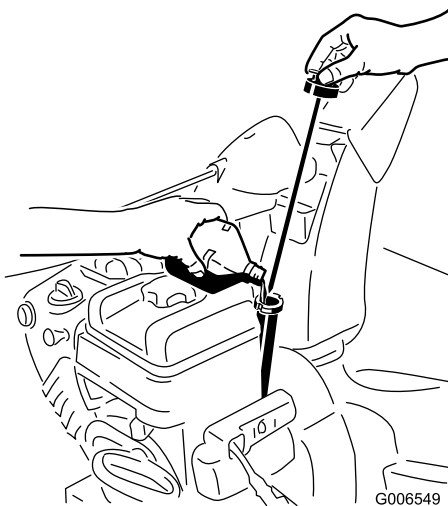

Figure 19
1. Retirez la jauge et versez de l'huile **lentement** dans le goulot de remplissage pour faire monter le niveau de liquide jusqu'au repère du plein (Full) sur la jauge. **Ne remplissez pas excessivement** (Figure 19). Voir Contrôle du niveau d'huile moteur à la section Entretien.